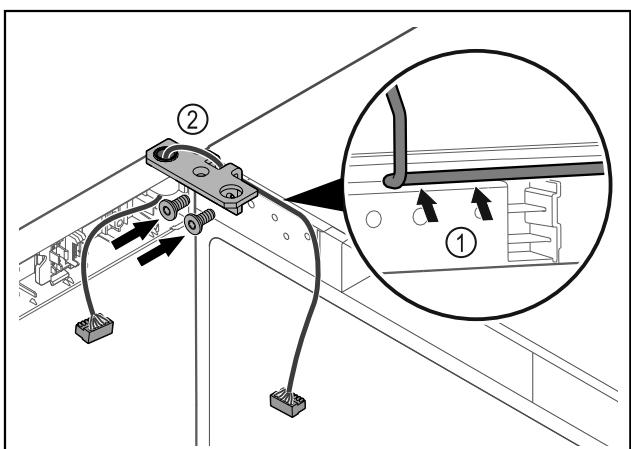

Fig. 45
- Provedite kabel kroz izrez na kutnoj šarci i oprezno ga položite Fig. 45 (1).
- Navrnite kutne šarke Fig. 45 (2).